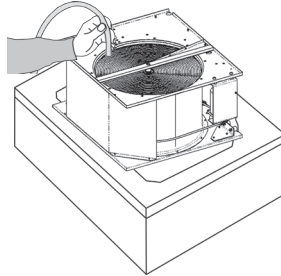

Bild 18
**Rengöring av.** Om inte rotorn blir ren med hjälp av tryckluft (bild 18), kan fettlösande medel för aluminium användas. Kontrollera så att inte motor eller eldelar blivit våta. Om så är fallet måste dessa torkas omgående. Ställ då rotordelen i en varmt utrymme. Rotorn får endast återmonteras i torrt tillstånd.